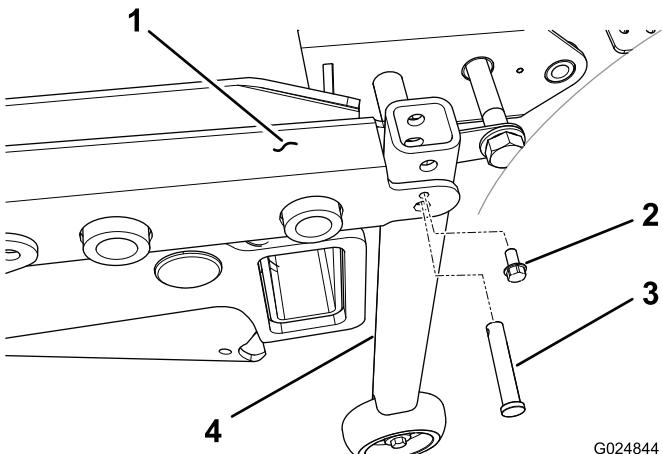

Figure 95
6. Pour les groupes de déplacement dont le numéro de série est antérieur à 312999999, fixez le support de tube vertical à chaque coin arrière du cadre du plateau au moyen d'un axe de chape et d'une vis autotaraudeuse (1/4 po) (Figure 95)